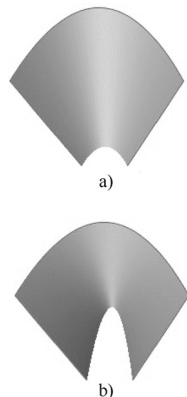

图 7-102 “统一”和非“统一”混合曲面示例
- “统一”: 此复选框在有两条主曲线时可用。选中此复选框时, 相交曲线的混合实例将沿主曲线进行统一缩放; 取消选中此复选框时, 则可进行可变缩放并通过混合保留约束放样。“统一”和非“统一”混合曲面的典型示例如图 7-102 所示。